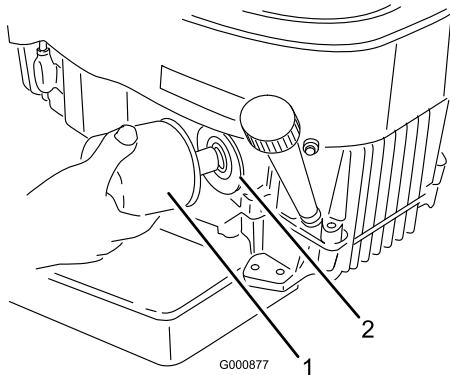

Figure 26
2. Retirez le filtre usagé (Figure 26).
4. Posez le filtre à huile de rechange sur l'adaptateur. Tournez le filtre dans le sens horaire jusqu'à ce que le joint rejoigne l'adaptateur, puis donnez 3/4 tour supplémentaire (Figure 26).